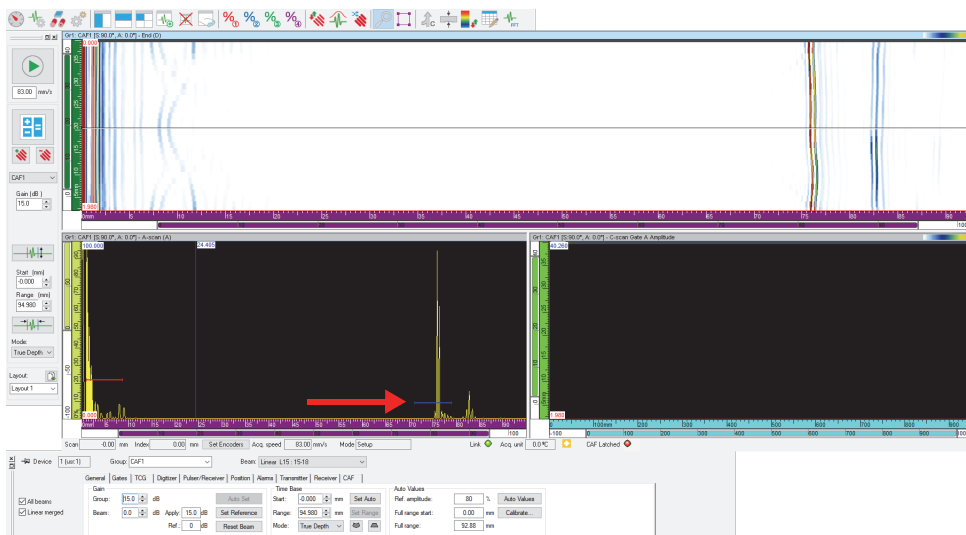
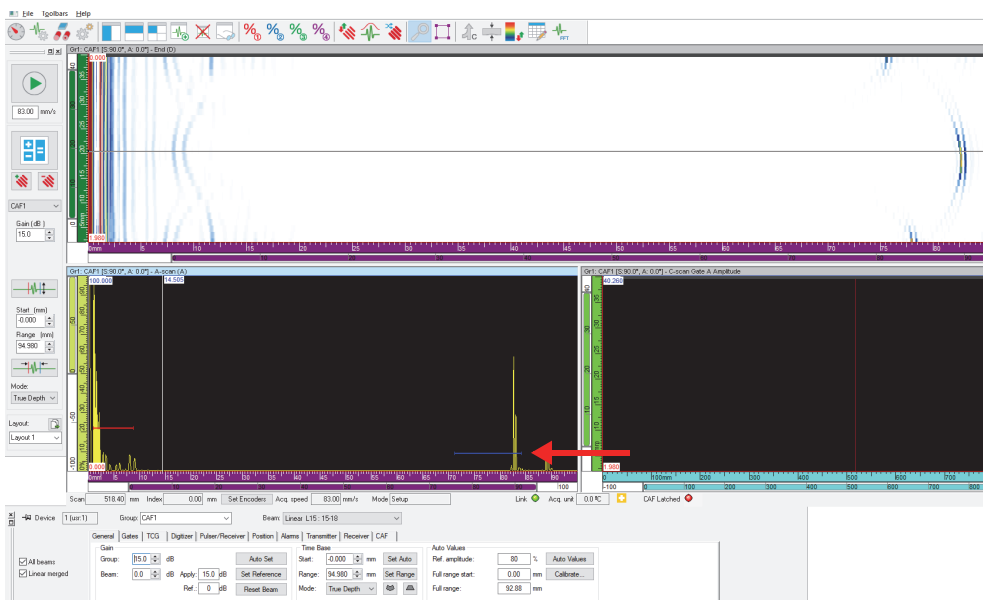

Рис. 4-58 Установка начала интерфейсного строга
Рис. 4-59 Установка конца интерфейсного строба
5. Выровняйте зонд на образце, чтобы добиться хорошей соосности. Когда преобразователь концентричен с криволинейным образцом, сигнал кажется плоским, как на Рис. 4-58 на стр. 158.
6. В этой позиции установите начало шлюза интерфейса (Рис. 4-58 на стр. 158).
7. Если геометрия образца меняется, перейдите в точку R2 (Рис. 4-58 на стр. 158). Установите конец интерфейсного строга (Рис. 4-59 на стр. 159).